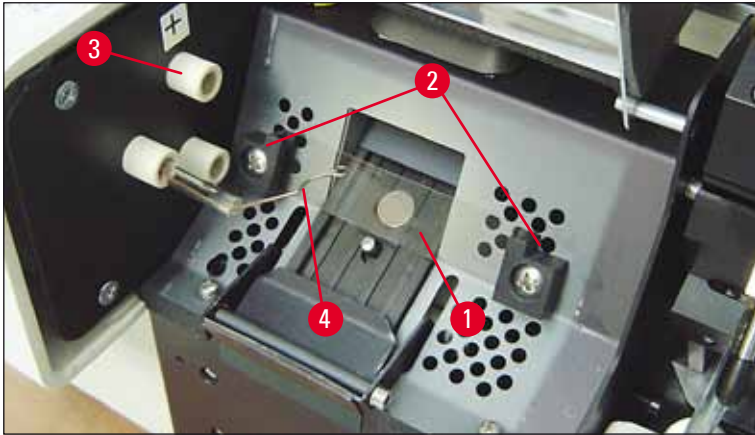

Fig. 20
5. Veiller à ce que le ressort de contact (→ "Fig. 19-2") se détache du fil d'amorce (→ "Fig. 20-4") de la lampe (voir également (→ "Fig. 20") et (→ "Fig. 21-1")).